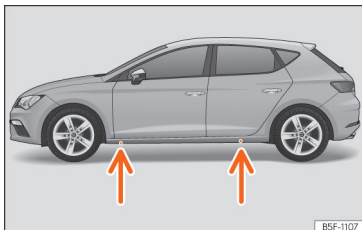

Fig. 40 Punti di appoggio per il cric.
- Individuare nel longherone il punto di appoggio del cric (zona avvallata) più vicino alla ruota da sostituire » » » fig. 40.